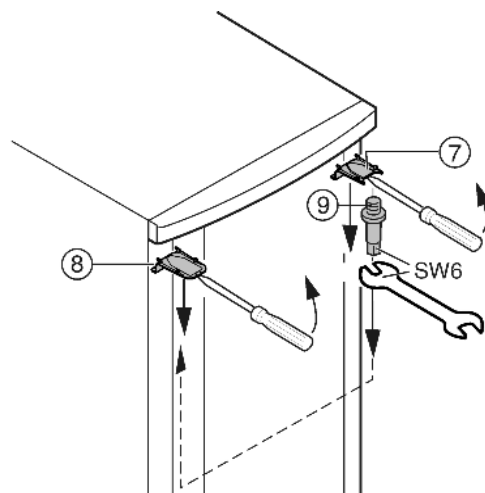

Fig. 6
- Odstraňte kryt Fig. 6 (7) a kryt Fig. 6 (8) šroubovákem vpředu uvolněte ze západek a odstraňte pohybem šikmo směrem dolů.
- Vyšroubujte ložiskové čepy Fig. 6 (9) a na protější straně zašroubujte silou (**4 Nm**).
- Namontujte opět kryt Fig. 6 (7) na straně ložiskového čepu: vřadu nasadte, vpředu nechte zaskočit do západek.
- Namontujte opět kryt Fig. 6 (8) na protější straně: vřadu nasadte, vpředu nechte zaskočit do západek.
- Zavěste dveře nahoře do ložiskového čepu Fig. 6 (9).